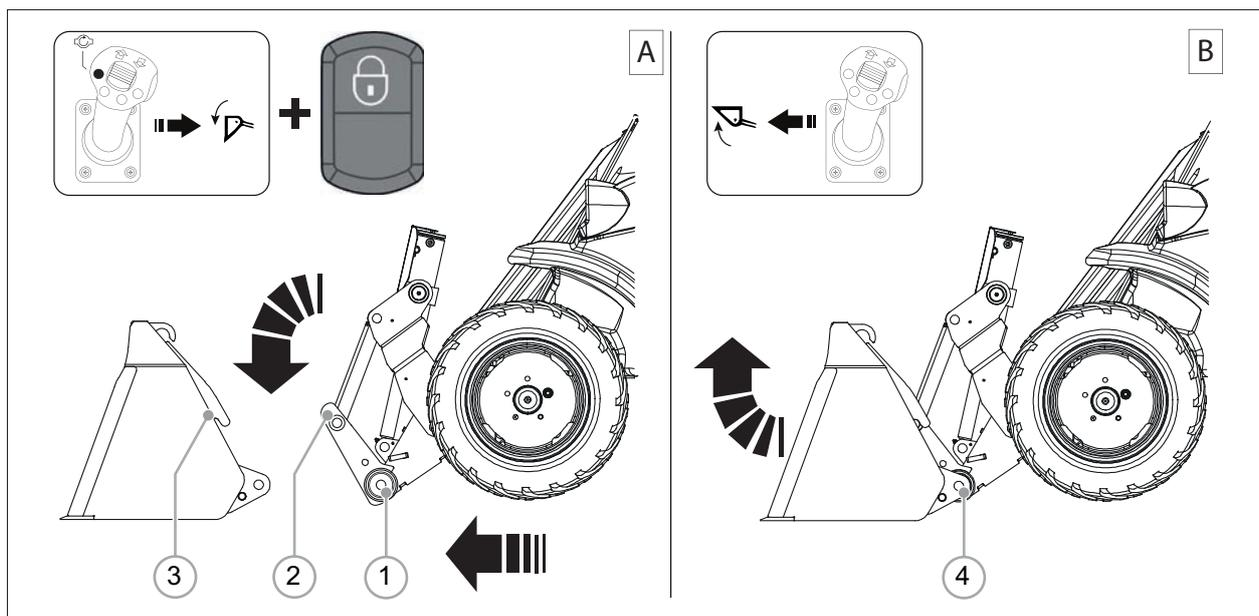

РИС. 27
- 4) Осторожно маневрируя приблизьтесь универсальной системой крепления машины к ковшу, чтобы вставить верхний круглый профиль (РИС. 27 - Сс. 2) в изогнутые петли (РИС. 27 - Сс. 3) стандартного ковша.
- 5) Нажмите и удерживайте левую оранжевую кнопку джойстика и одновременно нажмите кнопку разблокировки навесного оборудования (см. РИС. 27), чтобы поместить внутрь штифты (РИС. 27 - Сс. 1).
- 6) Медленно переместите многофункциональный джойстик влево, таким образом система универсального крепления наклонится назад и штифты (РИС. 27 - Сс. 4) автоматически совместятся с отверстиями в ковше.